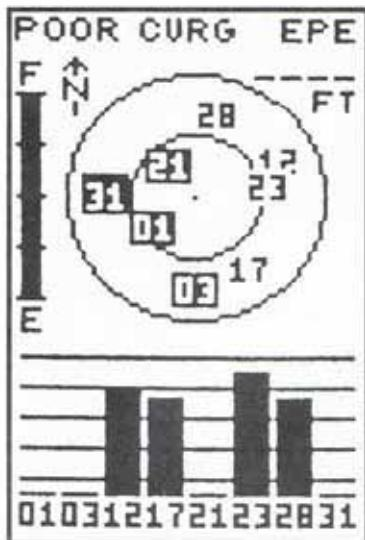

Рис. 1. Первая страница – “Статус”
- поворотом винта 3 (рис. 1) снижайте обороты до максимально устойчивых, но достаточных, чтобы мотор не глох при выключении хода.